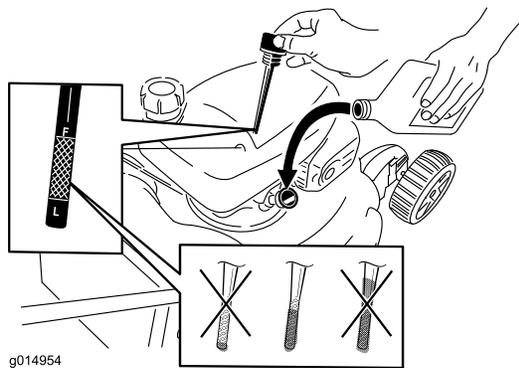

Figure 6
- Retirez la jauge (Figure 6).
- Versez de l'huile **lentement** dans le goulot de remplissage pour faire monter le niveau de liquide jusqu'au repère **maximum** (Full) sur la jauge (Figure 6). **Ne remplissez pas excessivement.** (Remplissage max. : 0,59 l, type : huile détergente SAE 30 de classe de service API SF, SG, SH, SJ, SL ou supérieure.)